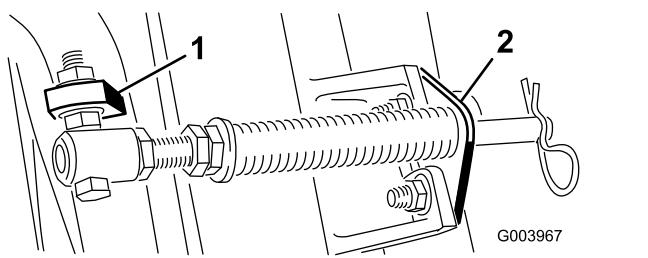

Рисунок 5
Примечание: Головку болта следует расположить в направлении наружной стороны выступа, как показано на Рисунок 5.
- Присоедините кронштейн штока к выступам режущих блоков с помощью каретных болтов и гаек (Рисунок 5).